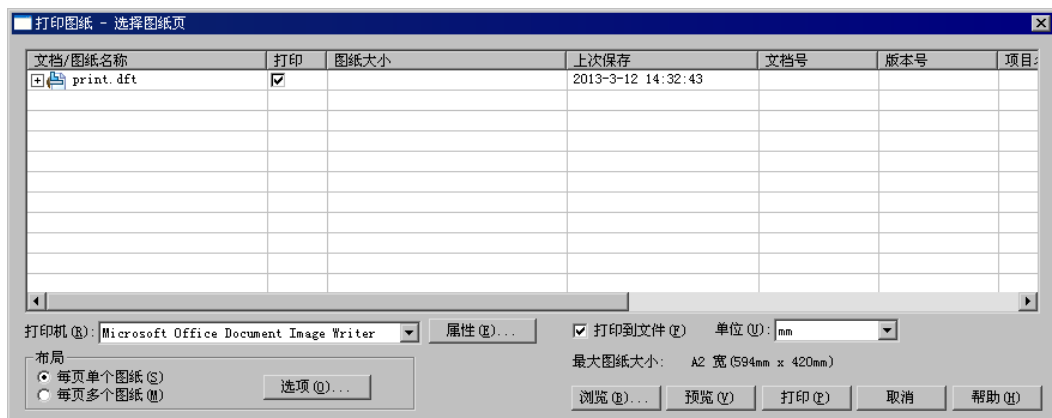

图 11.1.5 “打印图纸-选择图纸页”对话框
- 当打印来自多个 Solid Edge 工程图文档的图纸页，并且把它们打印到一张图纸上时，可以选择   打印图纸 命令，系统弹出图 11.1.5 所示的“打印图纸-选择图纸页”对话框来执行。